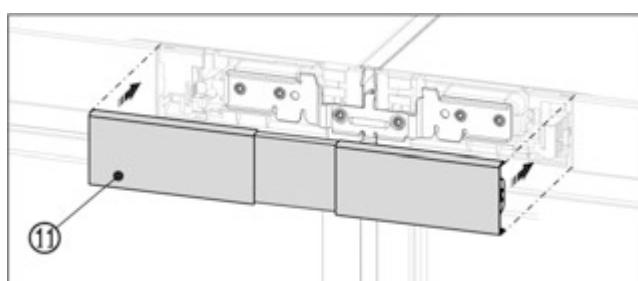

Fig. 24 Приблизне відображення
- ▶ Встановіть верхню кришку Fig. 24 (11) на відкритий проміжок між обома панелями блоку керування. Зверніть увагу, щоб зовнішні боки кришки були з'єднані з панелями блоку керування.